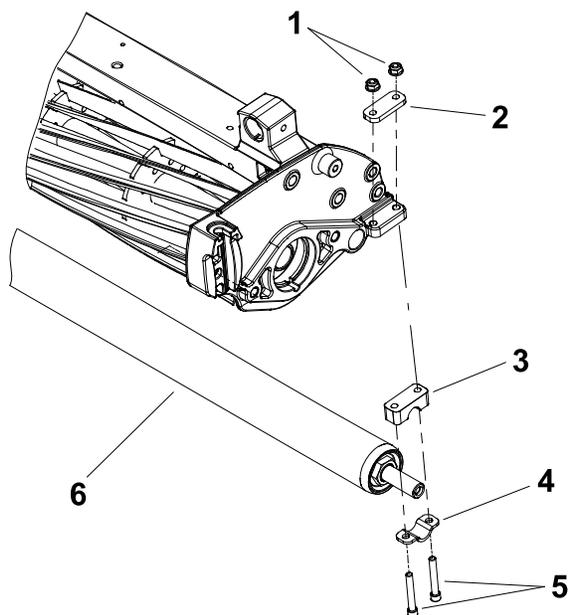

Рисунок 15
13. Выполните следующие действия для установки заднего валика в сборе на режущий блок; см. Рисунок 15.